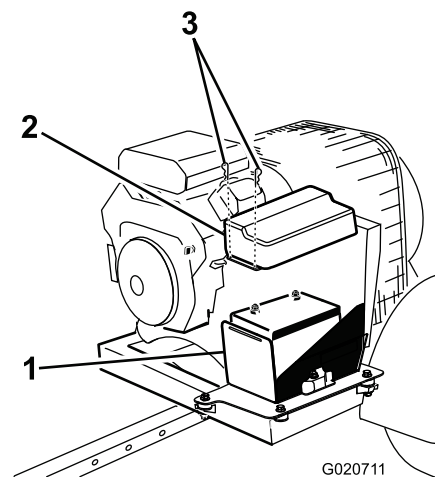

Figura 3
1. Rimuovete i ganci che fissano il coperchio della batteria alla cassetta (Figura 3). Rimuovete il coperchio dalla cassetta.